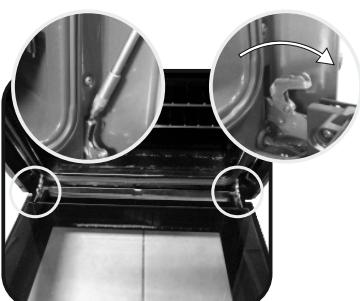

Figura 1
- Aprire la porta del forno (Figura 1)